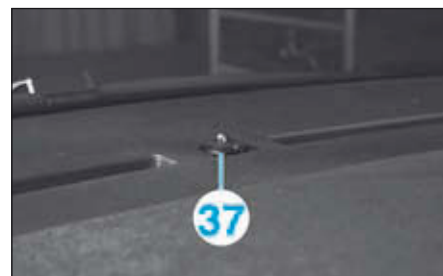

FIG.40
- Dégrafer, débrancher et déposer le capteur d'enseillement (37) (Fig.40).